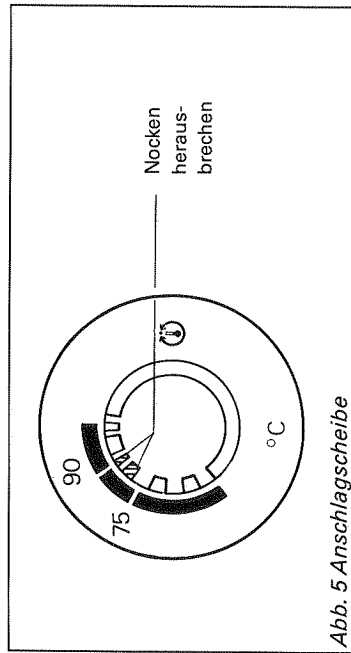

Abb. 5 Anschlagscheibe
3. Mit einer Spitzzange die in Abb. 5 markierten Nocken aus der Anschlagscheibe herausbrechen.